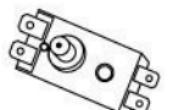

Рис. 11.2
- для водонагревателей серий RS1/RS2: открутить гайку крепления термовыключателя, закрепленного на фланце ТЭНа, перевернуть термовыключатель и нажать до щелчка кнопку, расположенную по центру термовыключателя рис.11.2;